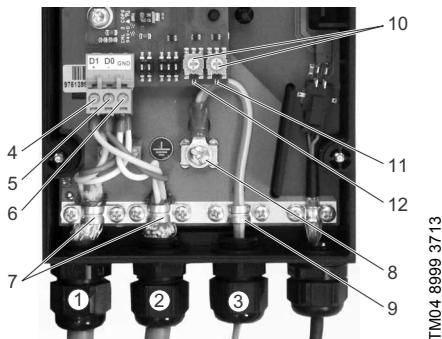

Fig. 4 Collegamenti dei cavi
A seconda dell'installazione della rete locale, è possibile collegare uno o due cavi Modbus (fig. 4, pos. 1 e 2).
- Vedi fig. 4.
3. Collegare i conduttori gialli al morsetto D1 (pos. 4).
4. Collegare i conduttori marroni al morsetto D0 (pos. 5).
5. Collegare i conduttori grigi a morsetto di terra (pos. 6).
6. Collegare le schermature dei cavi a terra utilizzando i morsetti di terra (pos. 7).
7. Se necessario, collegare il conduttore di terra al morsetto di terra (pos. 8) attraverso il passacavo (pos. 3) e serrare il morsetto (pos. 9).
Nota L'indirizzo Modbus è impostato tramite il menu della pompa DDA. Pertanto, gli interruttori rotanti (fig. 4, pos. 10) sono stati disattivati in fabbrica.
Nota Il LED (fig. 4, pos. 11) indica lo stato del collegamento GENibus.
Nota Il LED (fig. 4, pos. 12) indica lo stato del collegamento Modbus.